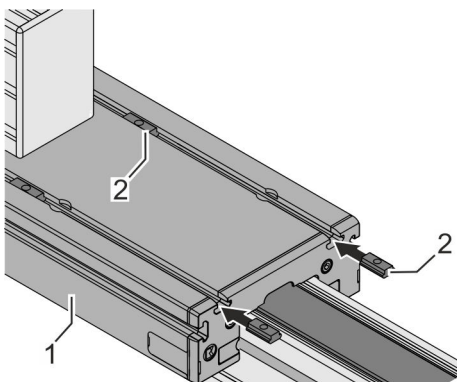

Abb. 29: Nutensteine einsetzen
1. ➤ Mindestens je 2 Nutensteine (Abb. 29/2) in die Nuten des Führungsschlittens (Abb. 29/1) einsetzen und positionieren.